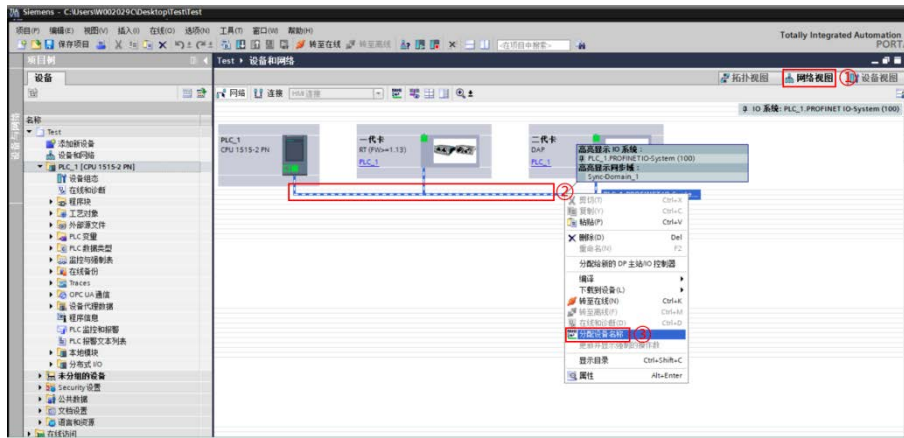

图 3.17 分配站点设备名（一）
- 1) 在网络视图下，用右键点击 PN 通信总线，在弹出的菜单中选择【分配设备名称】选项，如图 3.17 所示。